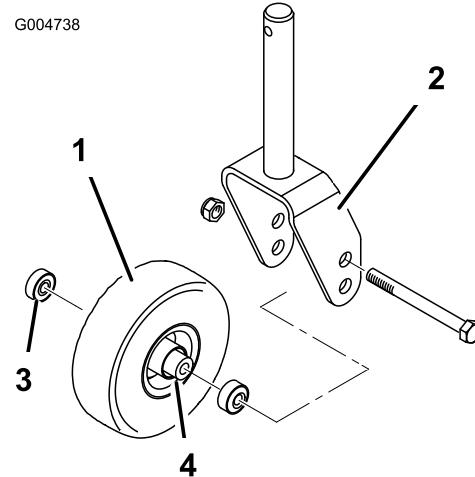
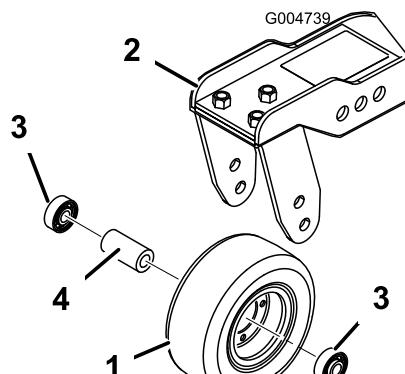

Bild 84
Bild 85
1. Entfernen Sie die Sicherungsmutter von der Schraube, mit denen das Laufrad in der Mitte der Laufradgabel (Bild 84) oder am Laufradgelenkarm (Bild 85) befestigt ist. Halten Sie das Laufrad fest und schieben die Schraube aus der Gabel oder vom Gelenkarm ab.
2. Entfernen Sie das Lager aus der Radnabe und lassen das Lagerdistanzstück herausfallen (Bild 84 und Bild 85). Entfernen Sie das Lager aus der gegenüberliegenden Seite der Radnabe.